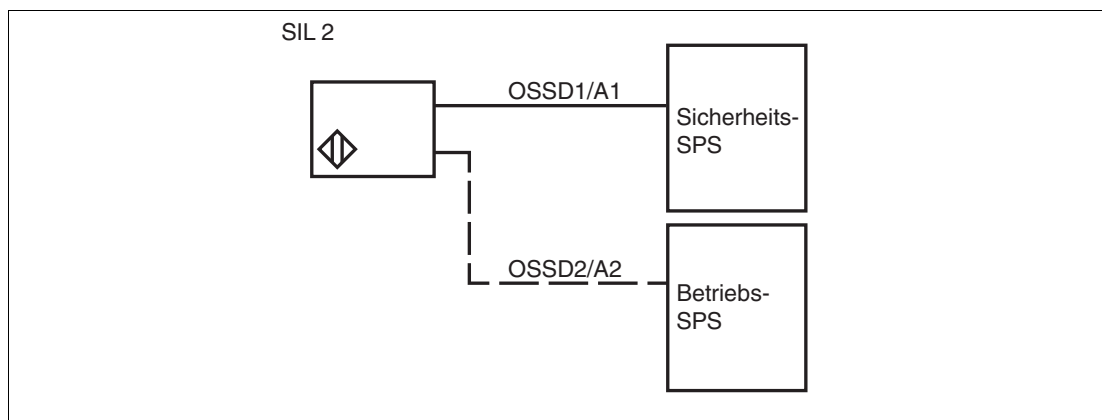

Abbildung 4.4 Beispiel für einen Sicherheitskreis über den Ausgang OSSD1
- Falls Sie den Sensor in einem Sicherheitskreis für SIL 2 verwenden, schließen Sie den Sensor über den Ausgang OSSD1 an, siehe Abbildung 4.4.